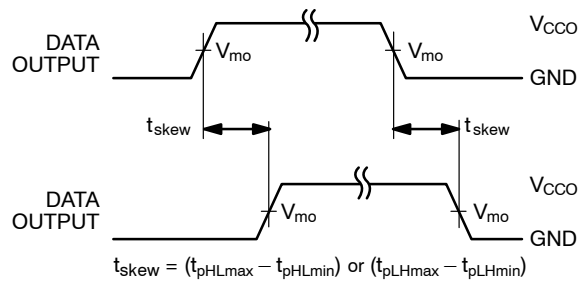

图 15. 输出偏差 (SKEW) 时间
16. 偏斜是输出信号之间传播延时的变化, 仅适用于同一端口的输出信号 (An或Bn), 且以相同的极性切换 (低电平至高电平或高电平至低电平) (见图 15)。偏斜性能可以保证, 未经生产测试。